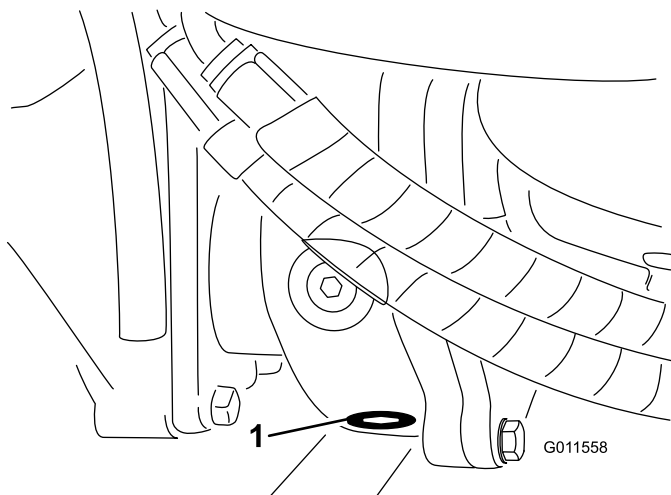

Figure 67
5. Nettoyez la surface autour du bouchon de vidange au fond du boîtier d'engrenages (Figure 67).